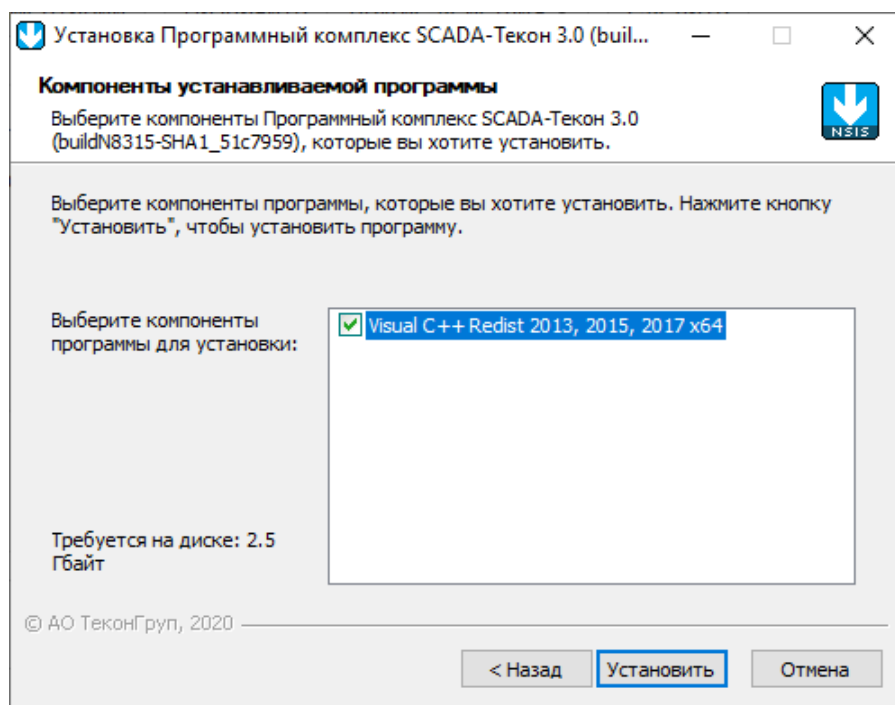

Рисунок 4 - Выбор устанавливаемых компонентов
- по окончании выбора устанавливаемых компонентов необходимо нажать на кнопку **Установить** (рисунок 4);